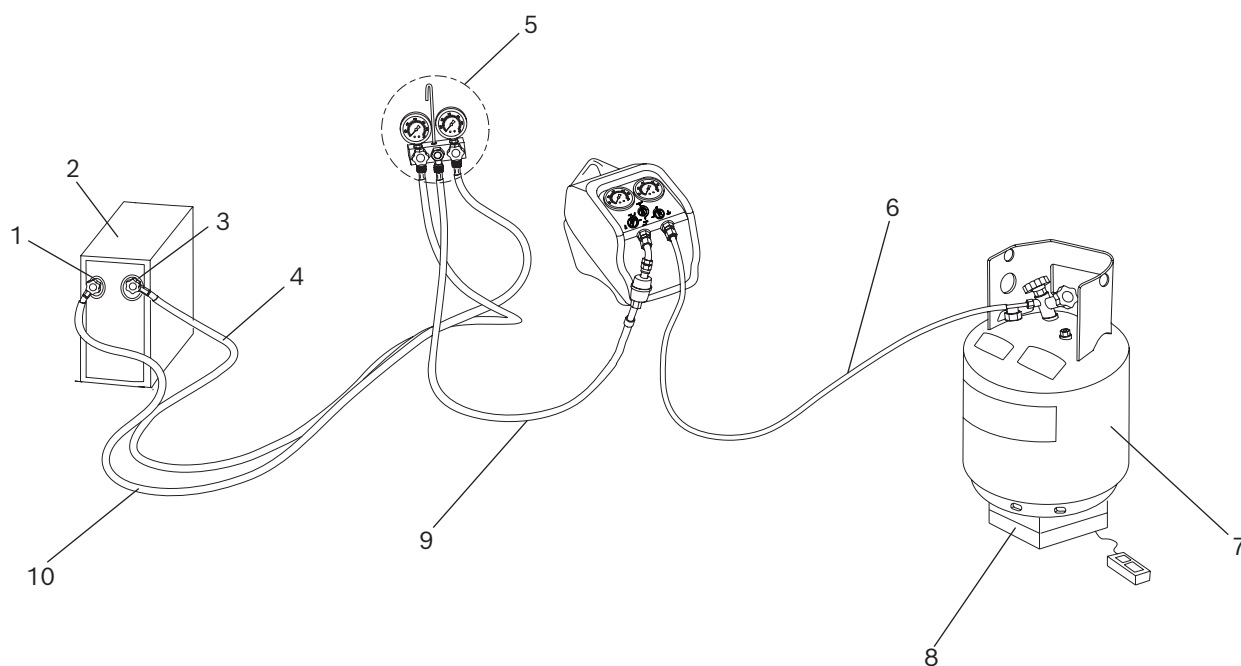

Fig. 3: Normalåtervinning
3. Anslut RG4.0 till det system som ska servas enligt fig. 3.